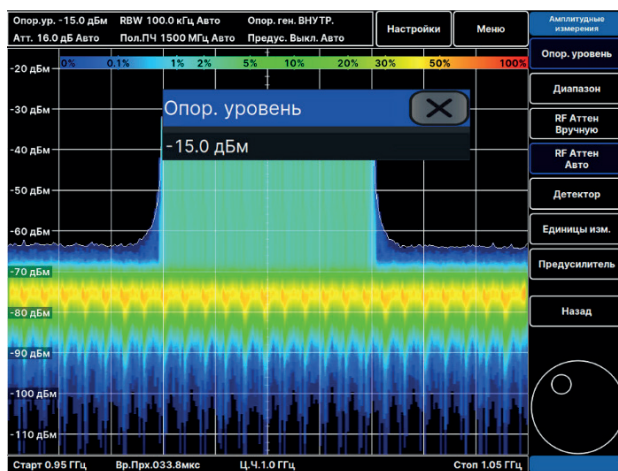

Рис. 68. Установка опорного уровня
**АМПТ / АМРТ** на боковой клавиатуре, либо **Опор.уровень / Ref Level** в меню настроек амплитуды, после чего ввести значение в текущих единицах измерения в появившемся поле ввода, либо изменить значение джоком (Рис. 68);